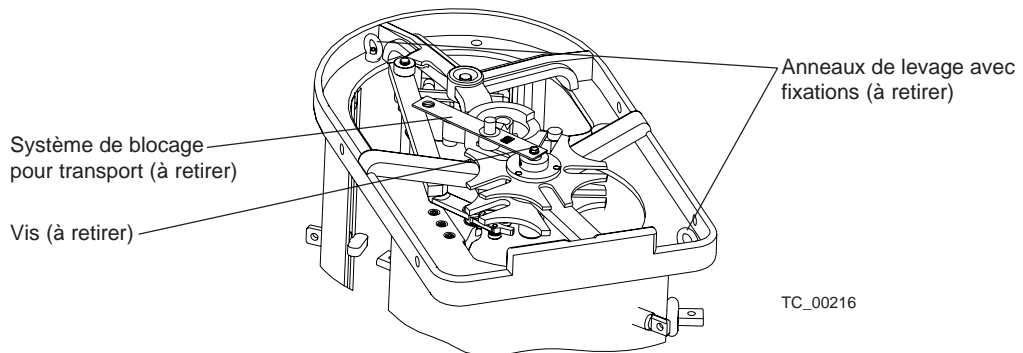

Fig. 12.
7. Retirer le dispositif de blocage prévu pour le transport ainsi que les anneaux de levage situés au sommet du sélecteur (voir fig. 12).
6. Retirer le dispositif de blocage prévu pour le transport ainsi que les anneaux de levage situés au sommet du sélecteur (voir fig. 12).